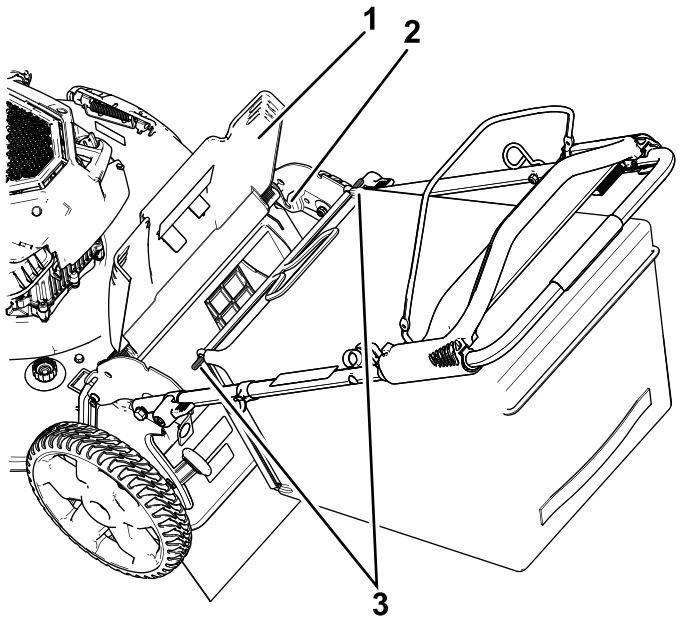

Figure 17
1. Soulevez le déflecteur arrière et gardez-le dans cette position (Figure 17)
2. Montez le bac à herbe en veillant à placer les ergots dans les crans du guidon (Figure 17).